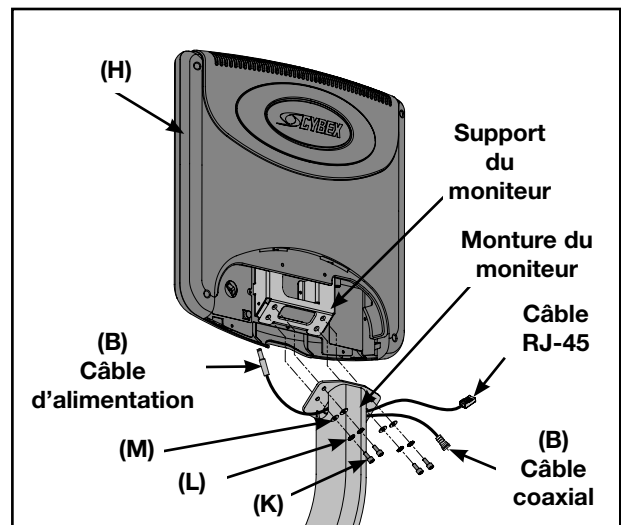

Figure 18
- C. Insérez l'extrémité de câble d'alimentation (B) par le trou situé sur le côté gauche de la monture du moniteur. Reportez-vous à la figure 18.
- D. Insérez l'extrémité (B) du câble RJ-45 et du câble coaxial par le trou situé sur le côté droit de la monture du moniteur. Reportez-vous à la figure 18.
- E. A l'aide d'une clé Allen de 3 mm, fixez le support du moniteur à sa monture en utilisant les quatre vis de montage (K), les quatre rondelles de blocage (L) et les quatre rondelles plates (M). Voir figure 18.